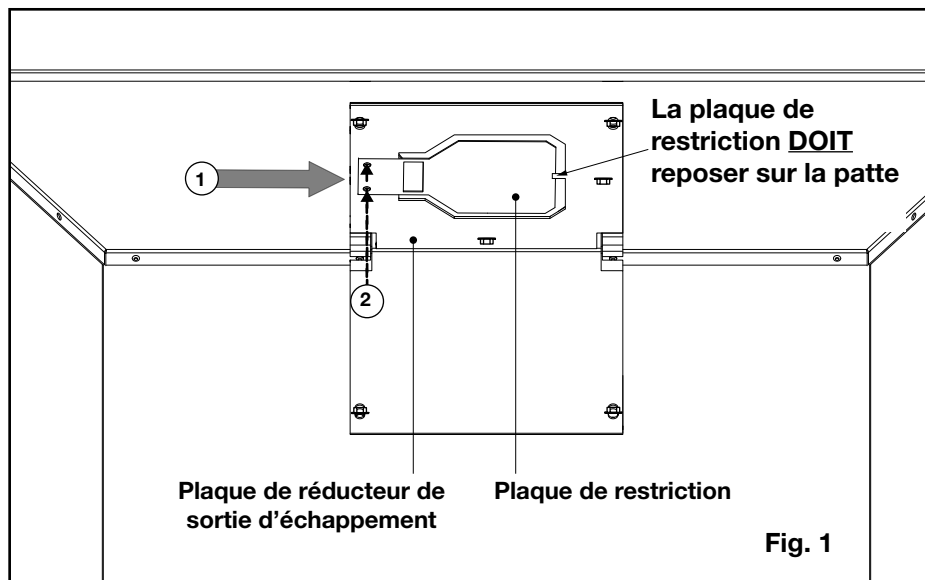

Fig. 1
Pour la performance optimale, **toutes les installations d'évacuation dessus qui utilisent une borne d'air vertical nécessitent une plaque de bride à installer en conjonction avec la plaque de réducteur de sortie d'échappement (Fig.1).**
- Appuyez légèrement sur le compartiment à piles du récepteur, puis relâchez-le afin de permettre au compartiment à piles de sortir. **(Fig. 1)**.